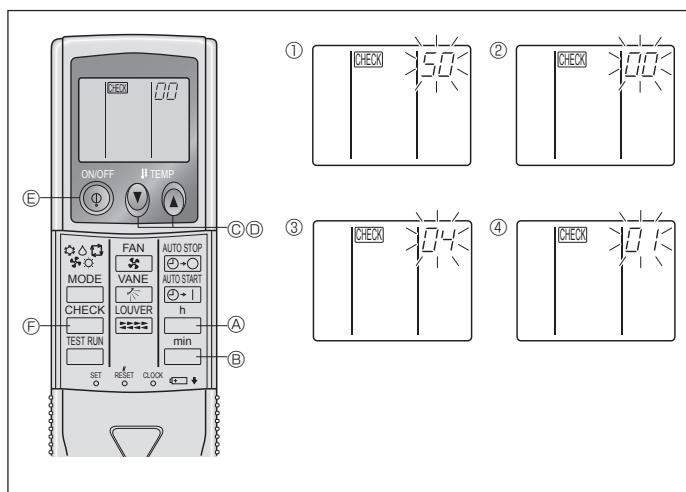

Fig. 6-10
2) Για το τηλεχειριστήριο (Fig. 6-10)